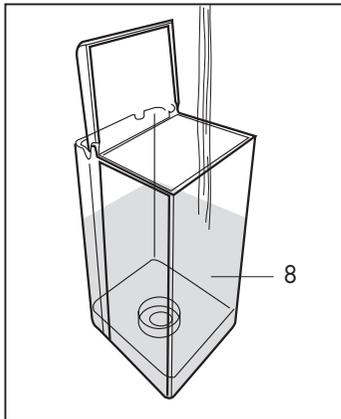

Abb. 2
- Den Behälter mit maximal 2,5 Liter frischem Wasser füllen. **(Abb. 2)**